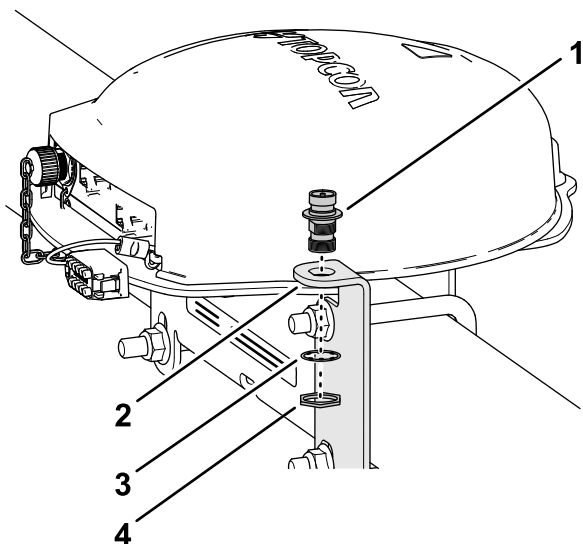

Bild 147
1. Fluchten Sie die Koaxialkupplung durch die Öffnung in der RTK-Antennenhalterung mit dem Schottgewinde der nach unten zeigenden Kupplung aus (Bild 147).
Antennenhalterung und ziehen die Klemmmutter mit der Hand an (Bild 147).